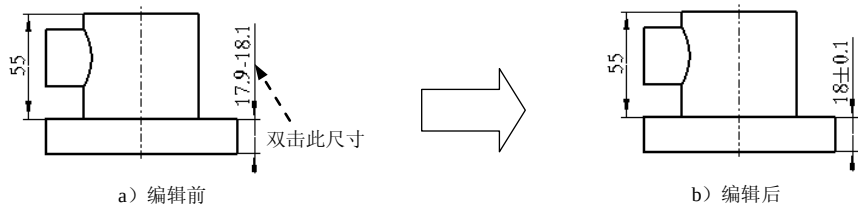

图 5.5.13 编辑尺寸公差
Step2. 双击图 5.5.13 所示的尺寸，系统弹出图 5.5.14 所示的“尺寸属性”对话框（在此步中所双击的尺寸是手动创建的尺寸）。